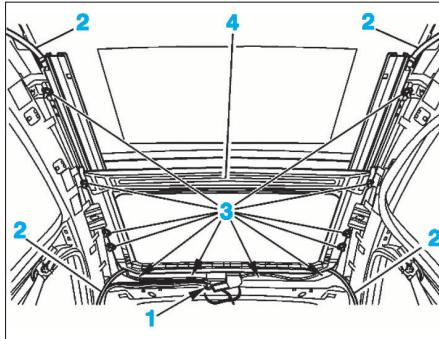

FIG. 51
- Débrancher le connecteur (1) (Fig.51).